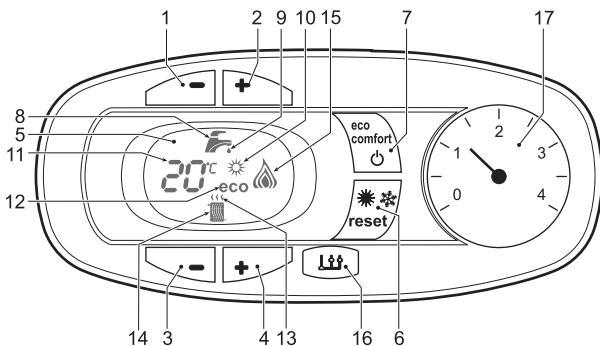

Рис. 9. Панель управления
- **для двухконтурных котлов** – поддержание температуры вторичного теплообменника на уровне 40–60°C. При автоматической активации режима (температура отопления опустилась ниже 40°C) появляется индикация запроса ГВС, поз. 9 рис. 9, включается насос, вентилятор и горелка (после плавного розжига – на минимальной мощности), трёхходовой кран переводится в положение «ГВС»; контроль температуры производится по датчику NTC отопления. Режим завершается при достижении температуры 60°C. Время работы горелки в режиме «Comfort» можно регулировать параметром «b07»;